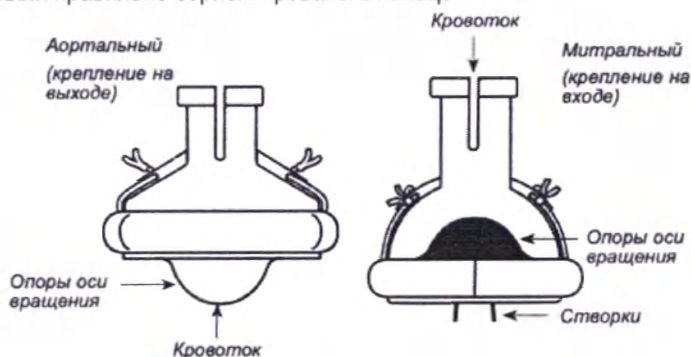

Рисунок 17. Ориентация ротатора-держателя. Кровоток всегда направлен в опоры оси вращения.
6. Перережьте две удерживающие нити на ротаторе-держателе (см. рис. 17) и осторожно отделите ротатор-держатель от клапана. Удалите нити, удерживающие клапан. Оставьте ротатор-держатель в стерильном поле для дальнейшего использования в качестве инструмента для вращения.